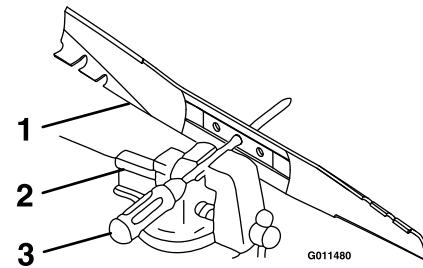

Figura 21
- C. Compruebe el equilibrio de la cuchilla colocando el taladro central de la cuchilla sobre un clavo o sobre el palo de un destornillador fijado horizontalmente en un torno de banco (Figura 21). Si uno de los extremos de la cuchilla gira hacia abajo, lime ese extremo (no el filo de corte). La cuchilla está correctamente equilibrada cuando no baja ninguno de los extremos.